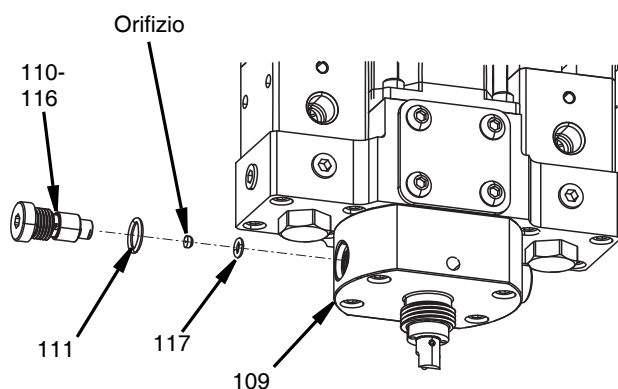

FIG. 29
3. Rimuovere l'orifizio e l'O-ring (117) sul fondo della cavità contenente il corpo valvola di ritegno e dell'orifizio dell'ugello (109). Vedere FIG. 29